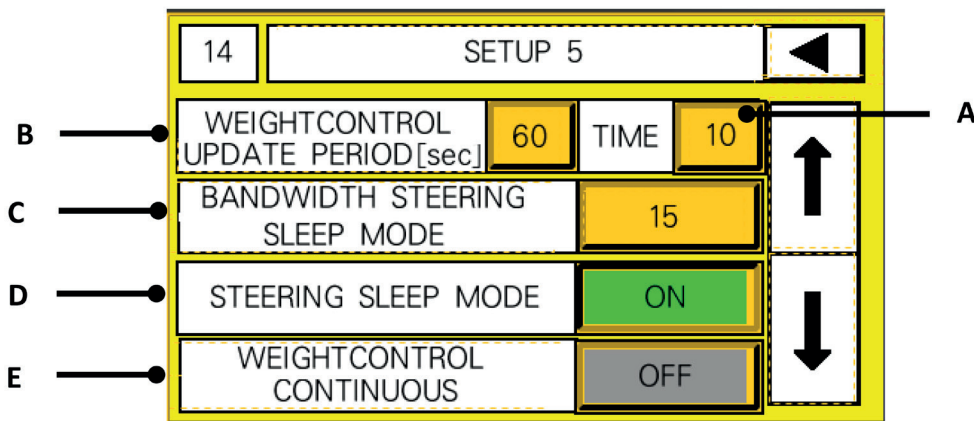

Fig. 12
C) Le sélecteur « ON-OFF » **(D, Fig.12)** permet d'activer ou de désactiver la fonction de désactivation de la commande de direction lorsque la direction du tracteur ne bouge pas pendant 3 secondes. Le paramètre **(C, Fig.12)** indique la bande à l'intérieur de laquelle la direction du tracteur est considérée comme à l'arrêt. L'unité de mesure se réfère à la conversion numérique du signal fourni par le capteur angulaire qui mesure l'angle de braquage **(D, Fig.5)**.